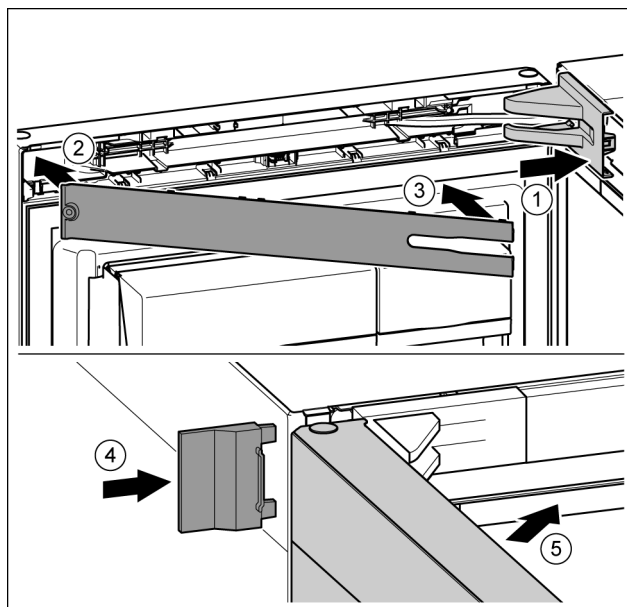

Fig. 43
- ▶ Așezați capacul suportului de lagăr și fixați în poziție, după caz, despărțiți cu precauție prin apăsare. Fig. 43 (1)
- ▶ Aplicați masca. Fig. 43 (2)
- ▶ Rabatați în interior masca și fixați-o în poziție. Fig. 43 (3)
- ▶ Montați capacul exterior. Fig. 43 (4)
- ▶ Închideți ușa superioară. Fig. 43 (5)